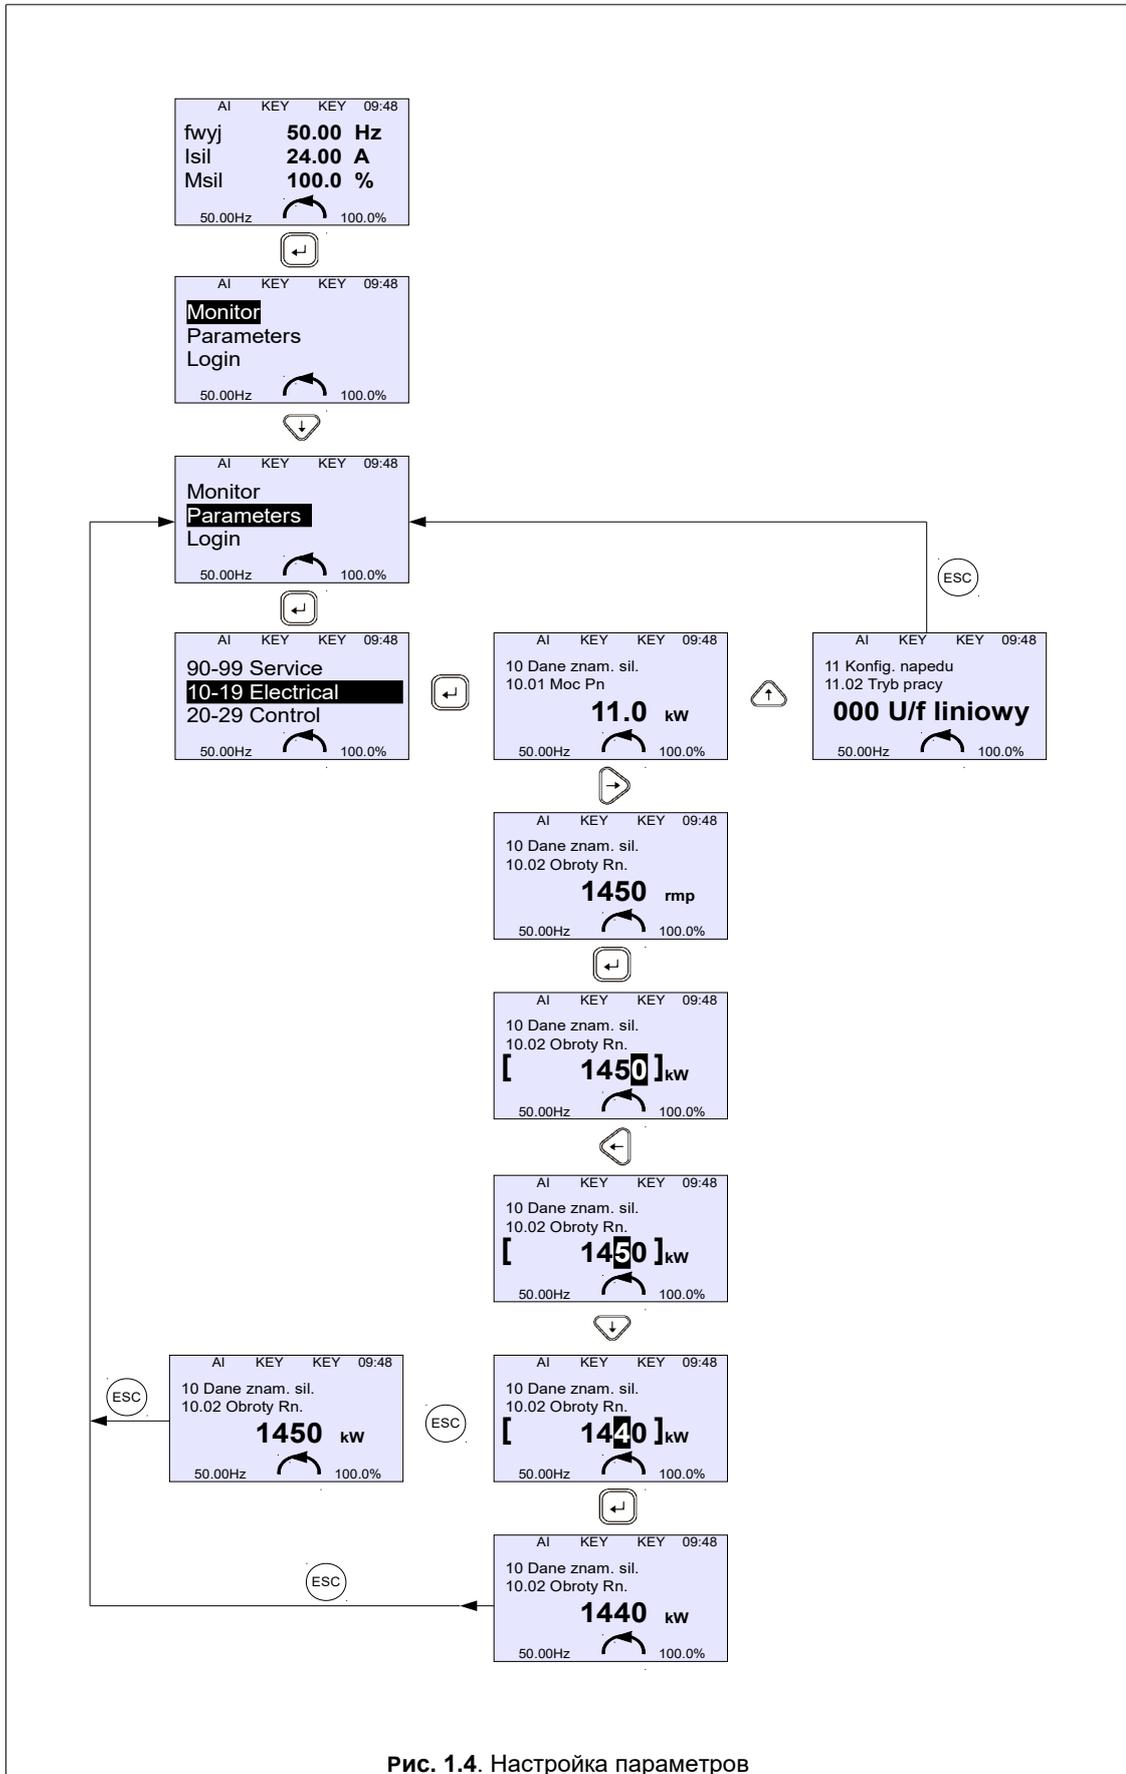

Рис. 1.4. Настройка параметров
Процедура настройки параметров преобразователя представлена на рис. 1.4. Логика места управления (2) описана в главе 2.2. Управление.